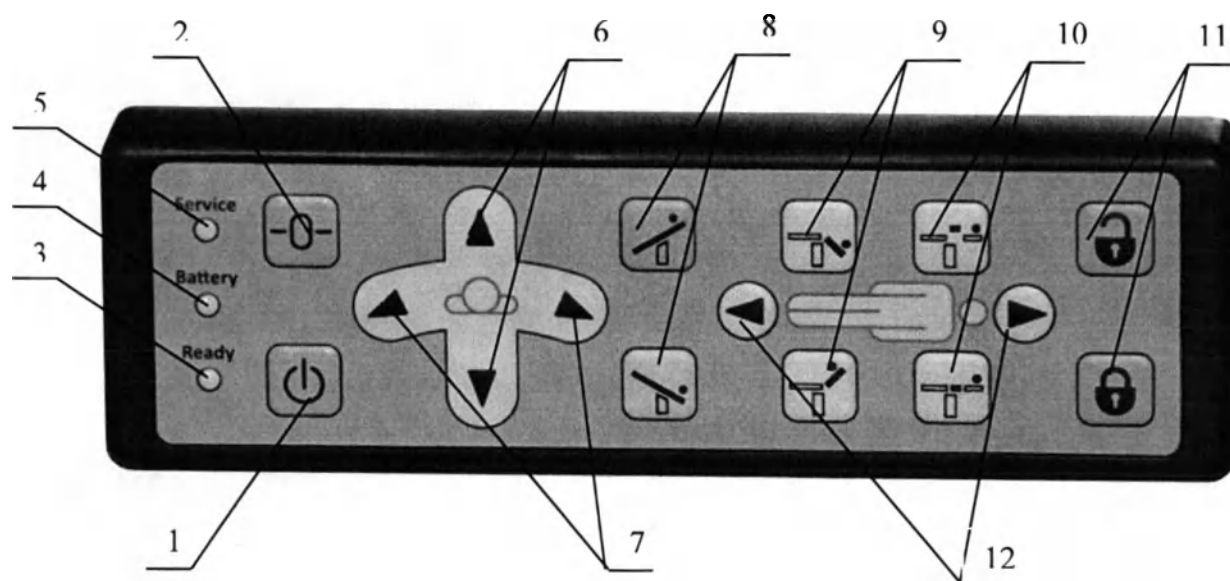

Рисунок 6 –Пульт управления стационарный.
10.2.1 Управление столом от пульта управления стационарного (Рисунок 6) аналогично управлению от пульта управления проводного (см. п. 10.1). Стационарный пульт включается кнопкой 1 в случае выхода из строя пульта дистанционного управления. При использовании дублирующего механогидравлического привода (см. п. 10.3) пульт блокируется, горит красным цветом индикатор 5.